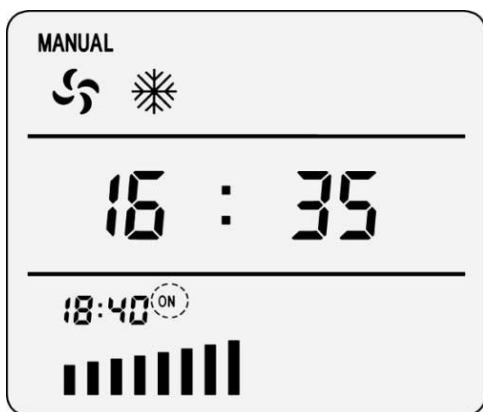

Рис. 8.5 Установка таймера включения
1) нажмите кнопку , на экране отобразится «18:40», мигание надписи «ON» означает, что устройство включится в 18:40 (рис. 8.5);
- 1) нажмите кнопку , на экране отобразится «18:40», мигание надписи «ON» означает, что устройство включится в 18:40 (рис. 8.5);